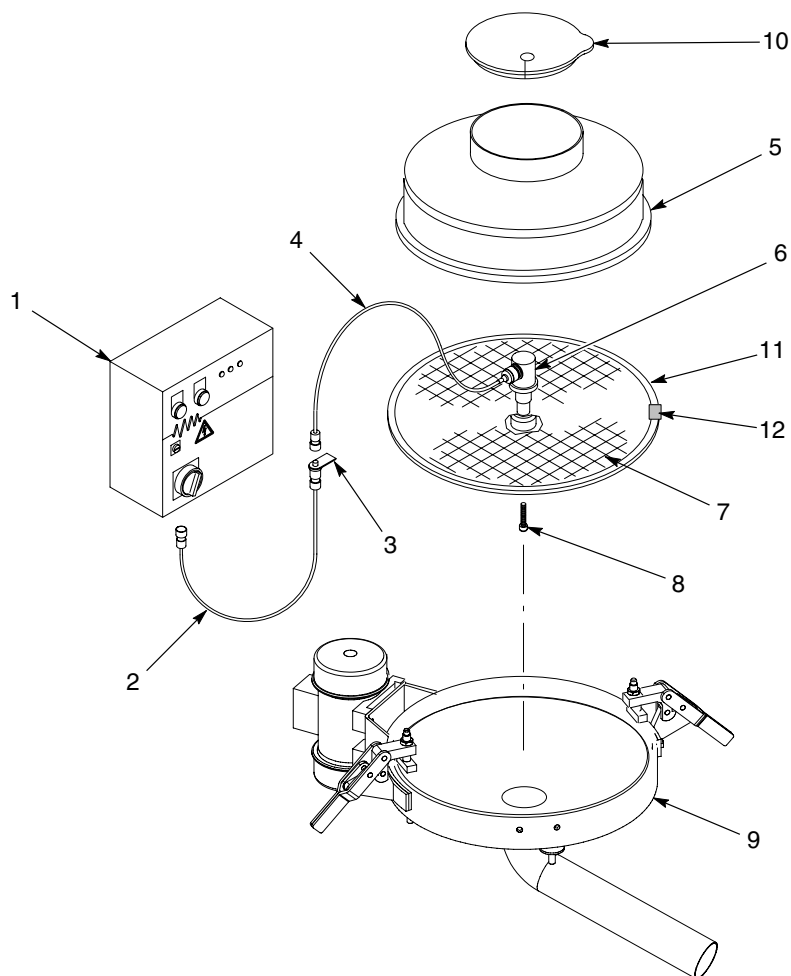

Figura 10-3 Componentes do sistema Vibrasonic
Consulte a figura 10-3.
1. Consulte a figura 10-3. Limpe o ponto central da rede do crivo (7) e a parte inferior do transdutor (6) com acetona.
2. Coloque o transdutor no ponto central da rede do crivo. Aperte à mão o parafuso de montagem (8), através da parte inferior da rede do crivo.
4. Monte a junta em U (11) e o grampo de terra (12) na rede do crivo.
5. Coloque a rede do crivo dentro do crivo vibratório (9). Ligue o cabo do transdutor (4) ao transdutor, disponha o cabo através da cobertura do crivo (5) e depois prenda a cobertura do crivo ao recipiente do crivo.
6. Enfie o cabo do transdutor através da ranhura do tampão (10) e depois coloque o tampão na cobertura do crivo.
1. Consulte a figura 10-3. Verifique se o selector de tensão do controlador (1) está ajustado de acordo com a Especificação da alimentação de energia eléctrica do seu sistema.